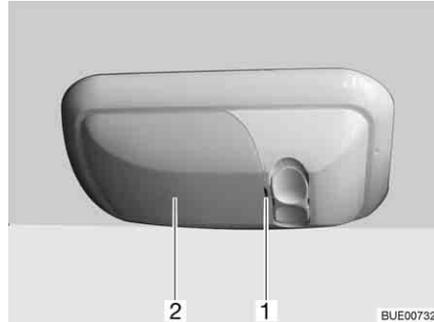

Bild 227 Garagenleuchte
- Abdeckung (Bild 227,2) vorsichtig mit einem geeigneten Werkzeug (z. B. Schraubendreher) an der Einkerbung (Bild 227,1) aushebeln und abnehmen.